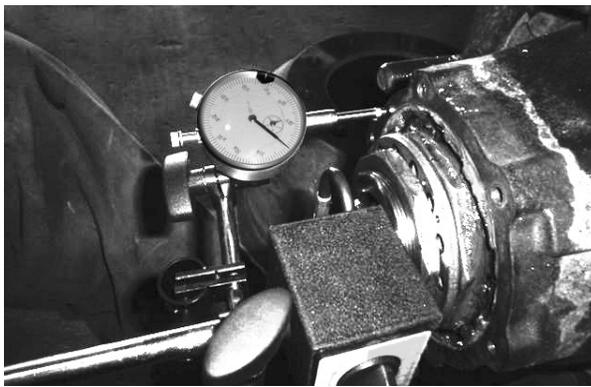

Figura 4: Revisando el Juego Axial
Indicador de carátula, con soporte de montaje (resolución de 0.0001", 0.0254 mm)	Medición de juego axial. Consulte la Figura 4 en página 9.
4. **Sujete el indicador** (Tabla 2) con base magnética en una superficie plana en el extremo de la espiga (Figura 4).